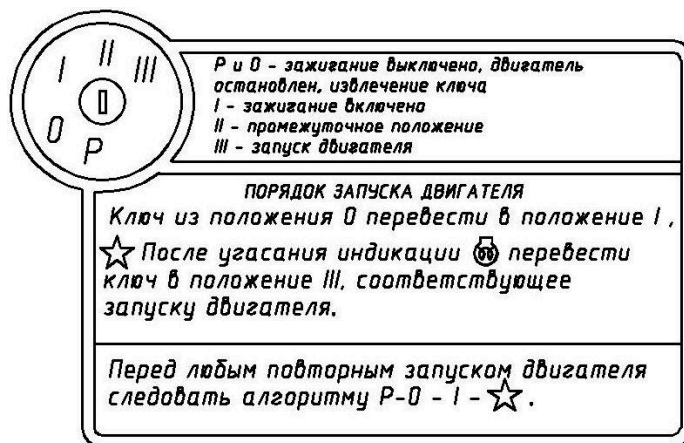

Рис. 6.2.1 Порядок запуска двигателя
- 6.2.1.5 Порядок запуска двигателя указан на рис. 6.2.1 и табличке в кабине экскаватора-перегрузателя.
- 6.2.1.8 Для запуска двигателя повернуть ключ по часовой стрелке в положение I (рис. 6.2.1.) загорится индикация на ЭПП сигнализирующая о работе свечей накала.